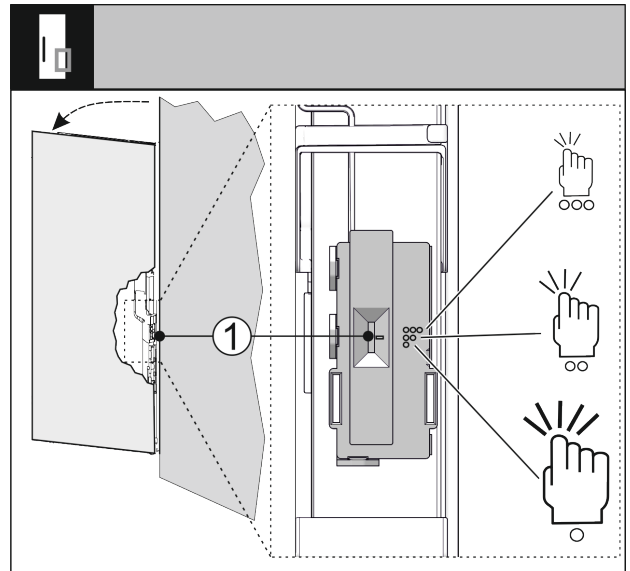

Fig. 34
Можете да настроите чувствителността на датчика за почукване чрез превключвател Fig. 34 (1). Превключвателят е в долната една трета от вратата от страната на пантите.
- ▶ Плъзнете превключвателя Fig. 34 (1) в желаното положение на превключвателя.